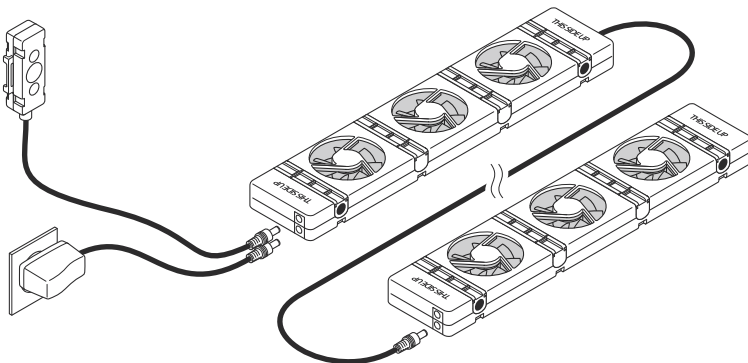

Abb. 4 - Verbinden weiterer SpeedComfort-Geräte (A).
6. Bei langen Heizkörpern verbinden Sie zusätzliche **SpeedComfort**-Geräte (A) mithilfe des 30 cm langen **Verbindungskabels** (F) (siehe Abb. 4). Es können mehrere **SpeedComfort**-Geräte (A) (bis zu 20) mit einem **Netzadapter** (D) verbunden werden. Zusätzliche **Temperatursensoren** (E) sind nicht erforderlich. Das Duoset und das Trioset enthalten mehrere **SpeedComfort**-Geräte.